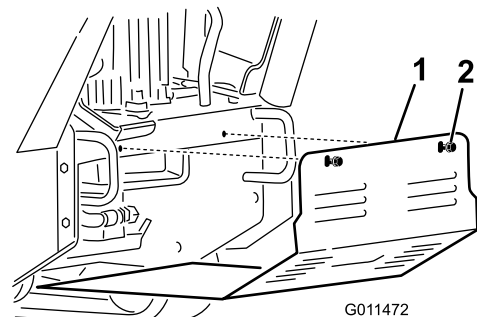

Figura 24
3. Afloje secuencialmente los 2 pernos que sujetan el protector inferior hasta que el deflector quede libre (Figura 24).
5. Para instalar el protector antes de utilizar la máquina, deslice el protector inferior en la máquina de modo que descansa sobre las 4 pestañas y sujételo con los 2 pernos que aflojó anteriormente (Figura 24).